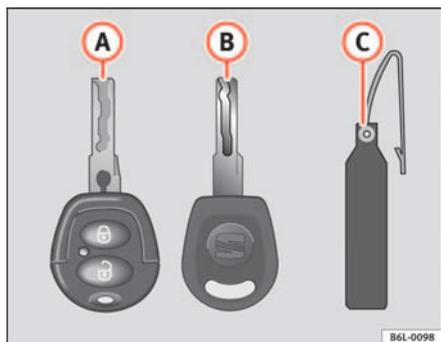

Fig. 46 Juego de llaves
- una llave con mando a distancia ⇒ fig. 46 (A) con espadín desplegable\*,
- una llave sin mando, (B),
- un llavero de plástico (C) con el número de la llave.
Sólo es posible hacer duplicados con el número de la llave del llavero de plástico ⇒ fig. 46 (B). Por este motivo: